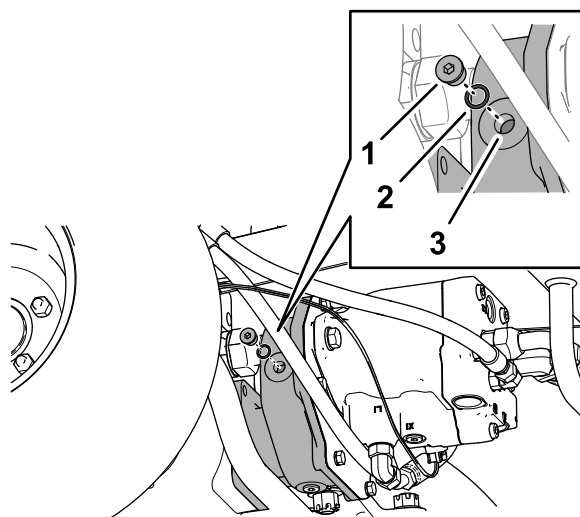

Figura 146
2. Îndepărtați buoul de verificare/umplete de pe partea stângă a carcasei reductorului (Figura 146).